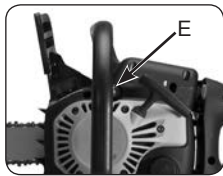

Abb. 9C
2. Drücken Sie die Benzinpumpe (E) 10 mal (Abb. 9C).